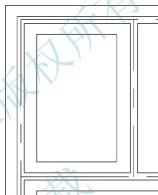

图 5.13 用【圆角】命令修角
(2) 用【圆角】命令修改偏移得到的每一组相邻直线,选择【修剪】模式,圆角半径为“0”,结果如图5.13所示。